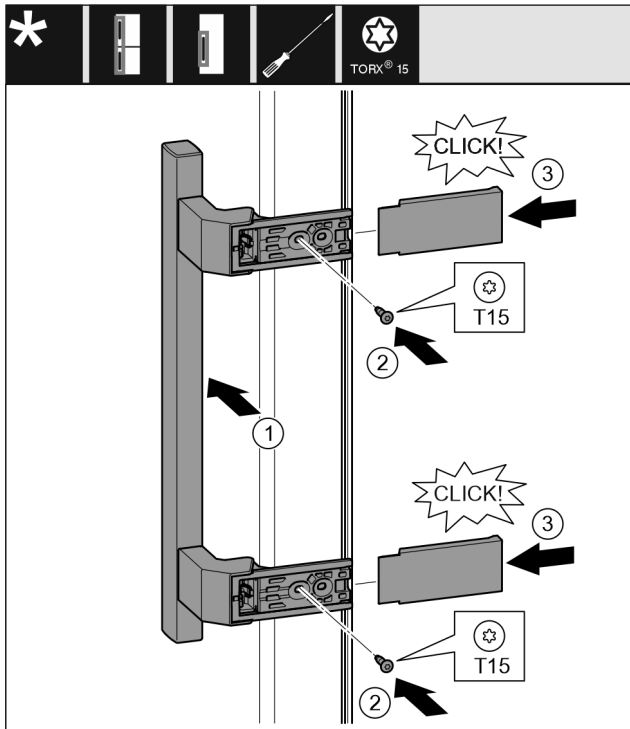

Fig. 20
- ▶ Встановіть ручку з протилежного боку. Fig. 20 (1)
- ▶ За допомогою викрутки T15 закрутіть гвинти. Fig. 20 (2)
- ▶ Встановіть збоку кришки і посуньте їх. Fig. 20 (3)